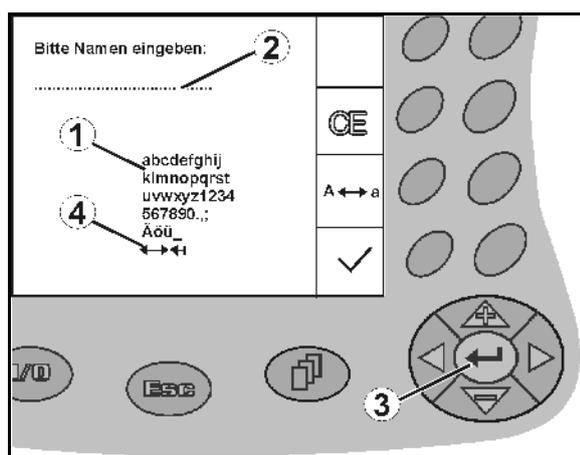

Fig. 12
S'il est nécessaire de saisir des textes ou des chiffres sur l'AMATRON+, le menu de saisie (Fig. 12) apparaît.
Dans la partie inférieure de l'écran s'affiche un champ de sélection (Fig. 12/1) qui comporte des lettres, des chiffres et des flèches permettant de remplir la ligne de saisie (Fig. 12/2) (avec du texte ou des chiffres).
,  ,  ,  Sélectionner les lettres ou les chiffres dans le champ de sélection (Fig. 12/3).
-  Valider la sélection (Fig. 12/3).
Les flèches  du champ de sélection (Fig. 12/4) permettent de se déplacer dans le ligne de texte.
La flèche  du champ de sélection (Fig. 12/4) efface le dernier caractère saisi.